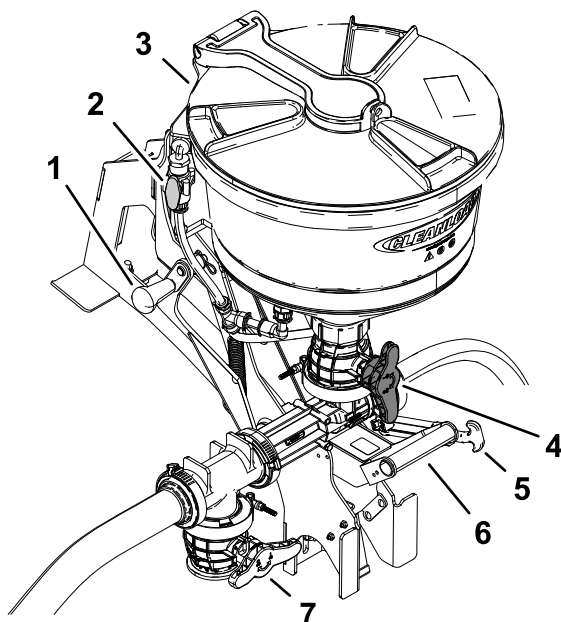

Figure 42
1. Utilisez la poignée inférieure pour abaisser le mélangeur (Figure 42).
2. Ouvrez le couvercle pour vérifier qu'aucun corps étranger ne risque de gêner le fonctionnement ou de contaminer le système (Figure 42).
5. Ouvrez la vanne de la trémie (bouton rouge) situé au bas de la trémie (Figure 42).
2. Ouvrez la vanne de la trémie (Figure 42).
- B. Ouvrez la vanne de rinçage et rincez la trémie pendant 20 secondes (Figure 42).
- C. Refermez la vanne de rinçage (Figure 42).
6. Levez le mélangeur et attachez-le avec la sangle de transport (Figure 42).
7. Fermez la vanne de coupure du mélangeur et la vanne de la trémie (Figure 42).
3. Refermez et verrouillez le couvercle de la trémie en le tournant dans le sens horaire (Figure 42).
6. Ramenez le mélangeur en position de transport et sécurisez-le avec la sangle de transport (Figure 42).